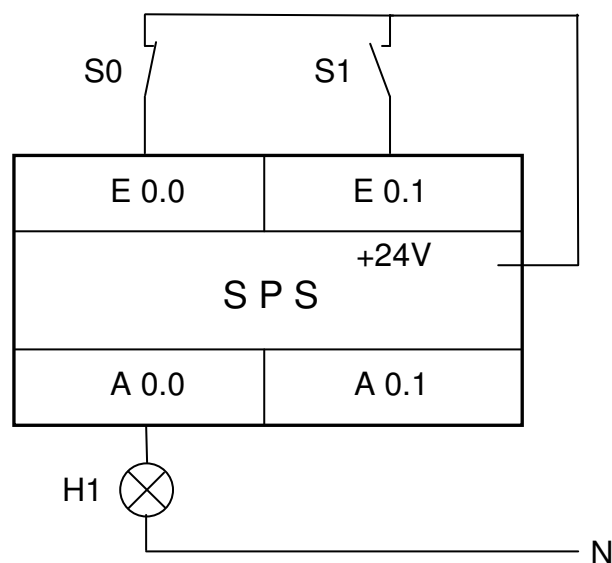

Bild 3.3
- 3.3 Gegeben ist der Anschlussplan einer SPS nach Bild 3.3. Nach Betätigen des Gebers S1 soll der Melder H1 leuchten, auch wenn der Geber S1 nicht mehr betätigt wird. Nach Betätigen des Tasters S0 soll der Melder nicht mehr leuchten. Erstellen Sie die Zuordnungsliste und die AWL oder den FUP unter Verwendung eines RS-Speichers. (3 BE)